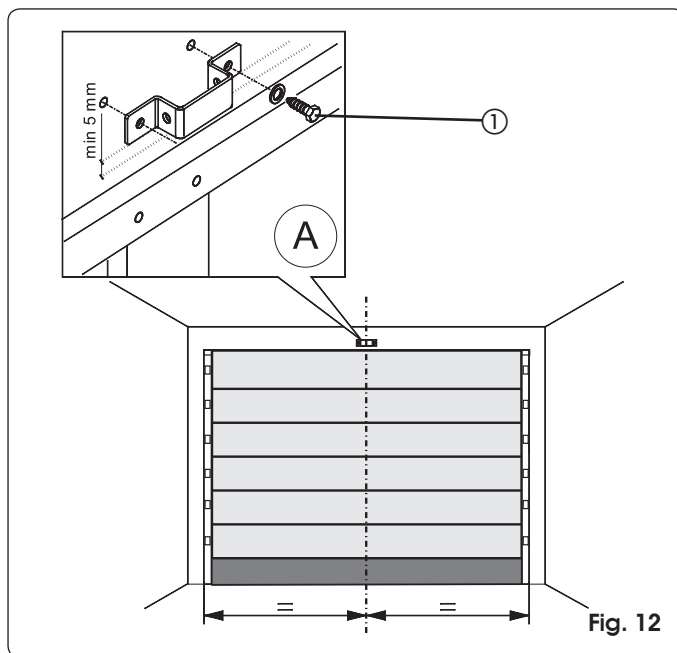

Fig. 12
- 1) Trek een streep op de latei ter hoogte van de verticale middellijn van de deur (Fig. 12).
- 3) Zet de bevestigingsbeugel van de bevestiging aan de voorkant met de onderste rand minstens 5 mm boven het kruispunt van de strepen en gecentreerd op de verticale streep (Fig. 12). Zie ook paragraaf 7.2 voor de correcte plaatsing van de beugel ten opzichte van het bevestigingspunt op de deur.
- 5) Boor vervolgens de gaten en monteer de bevestigingspunten met behulp van de schroeven (ref. ① Fig. 12) **NIET** bijgeleverd.